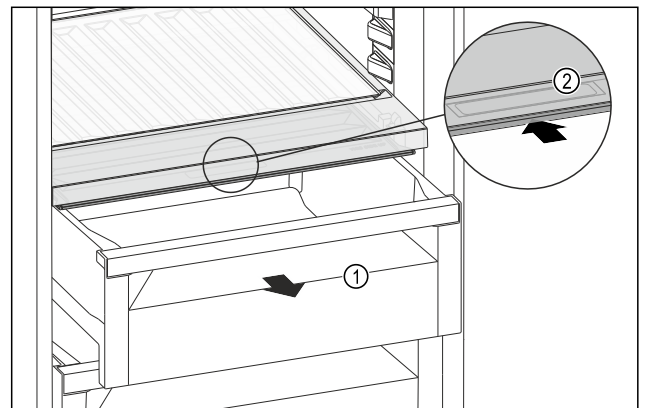

Fig. 123
- ▶ Изтегнете чекмеджето Fig. 123 (1).
- ▶ Хванете вдлъбнатия захват Fig. 123 (2) на капака на отделението и едновременно с това избутайте назад капака на отделението.